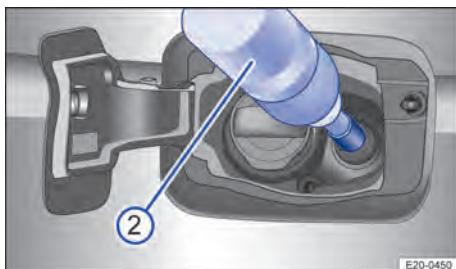

Fig. 166 Ravitaillement en AdBlue avec le bidon de recharge
2. Placez le bidon de recharge sur la goulotte de remplissage d'AdBlue® et vissez-le à la main → fig. 166.
4. Poussez le bidon de recharge vers la goulotte de remplissage et maintenez le bidon dans cette position → fig. 166 ②.
6. Le réservoir d'AdBlue® est rempli lorsqu'il ne s'écoule plus d'AdBlue® du bidon de recharge → ①.